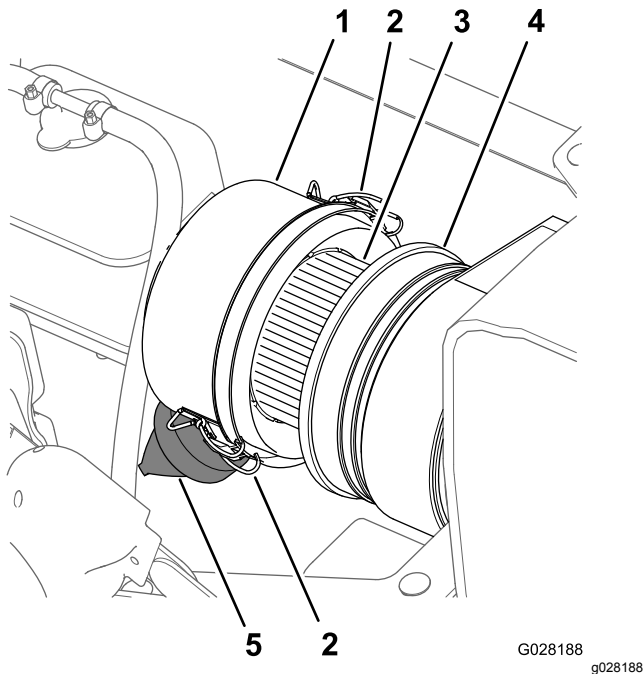
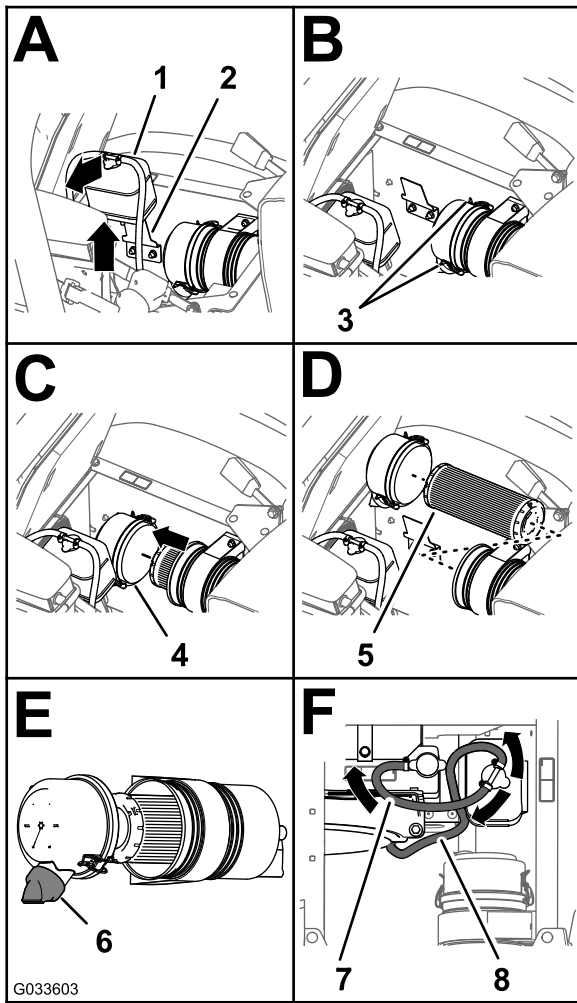

図 67
図 68
3. エアクリーナのボディーとダストキャップをきれいに拭く 図 67。
4. エアクリーナ本体にリーク原因となる傷がないか点検する 図 67。
5. ダストバルブをмонде、内部のごみを除去する 図 67。
7. エアフィルタの元素が汚れすぎていないか点検する 図 67。
8. エアクリーナのボディにダストキャップを取り付け、ラッチ2個で固定する 図 67。
2. エアクリーナのボディとダストキャップをきれいに拭く 図 67。
3. 冷却液オーバーフロータンクを持ち上げてブラケットから取り外す 図 68。
4. ダストキャップをエアクリーナのボディに固定しているラッチ2つを外す 図 68。
6. ぬれたウェスを使って、ダストキャップ、エアクリーナのボディ、ダストバルブの内部をきれいに清掃する 図 67 と 図 68。
7. エアクリーナボディにフィルタエレメントを取り付ける 図 68。
8. エアクリーナのボディにカバーを取り付け、ラッチ2個で固定する 図 68。
注 ダストバルブは、後ろから見たときに時計の5時7時の方向になるように取り付けてください 図 68。
9. 冷却液タンクを、ROPSシールドのサポートブラケットにきっちりと入れる 図 68。